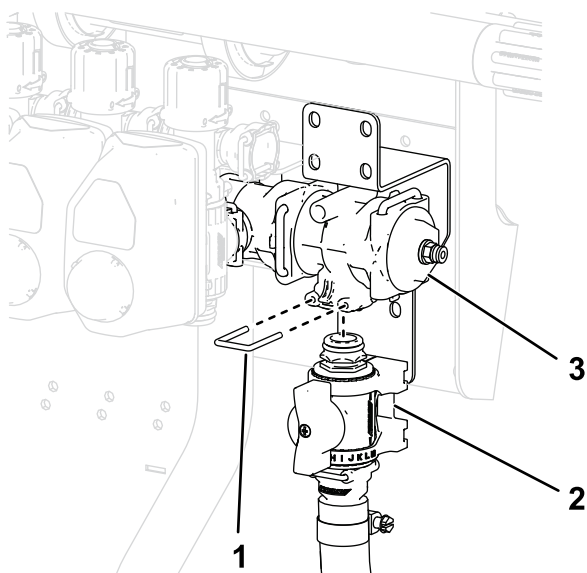

図 38
9. 図 38に示すように、リテーナを使って制御バルブアセンブリをT字継手に固定する。